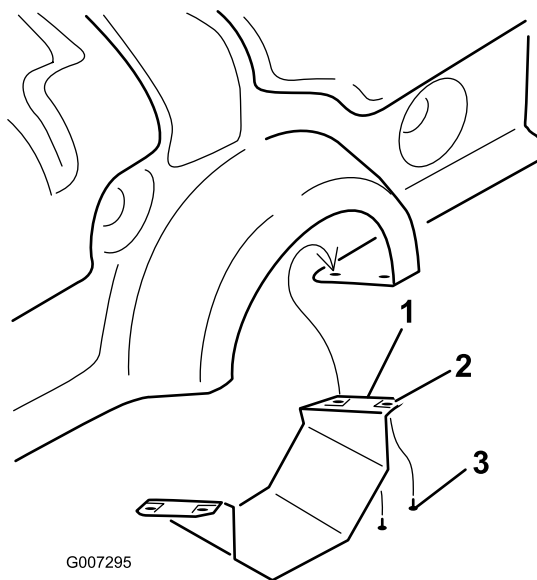

Figura 10
1. Apenas no ProCore 864, retire a proteção inferior da tomada de força (Figura 10).